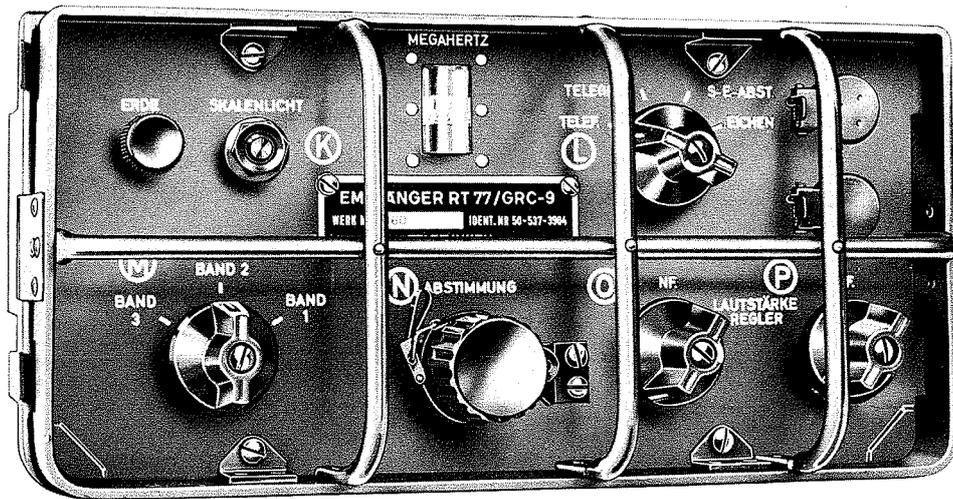

Bild 13 Empfängerteil des Funkgerätes RT-77/GRC-9
1.2.7 Empfängerteil (Bild 13)
Der Erdanschluß GND liegt oben links und wird als elektrisches Gegengewicht bei Benutzung einer vertikalen Antenne verwendet. Der Abstimmknopf „N“ besitzt einen Hebel zur Arretierung. Beim Niederdrücken des Hebels wird der Knopf festgelegt; beim Anheben wird er gelöst (vgl. Bild 13, Knopf nicht arretiert).